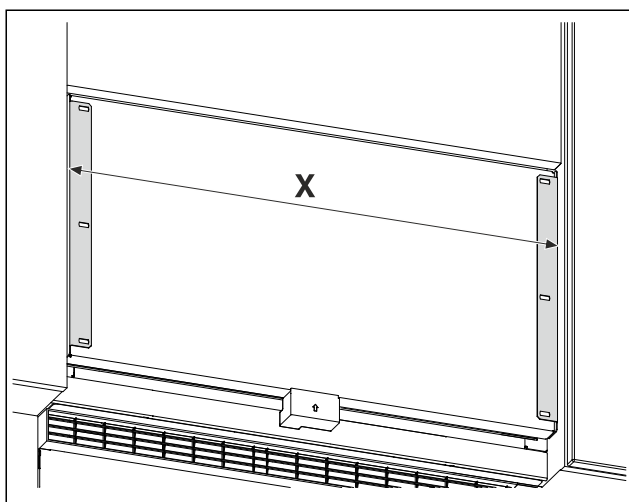

Fig. 44 Reprezentare exemplificatoare
- Măsurați distanța Fig. 44 (X) dintre muchiile exterioare ale colțarului de susținere.